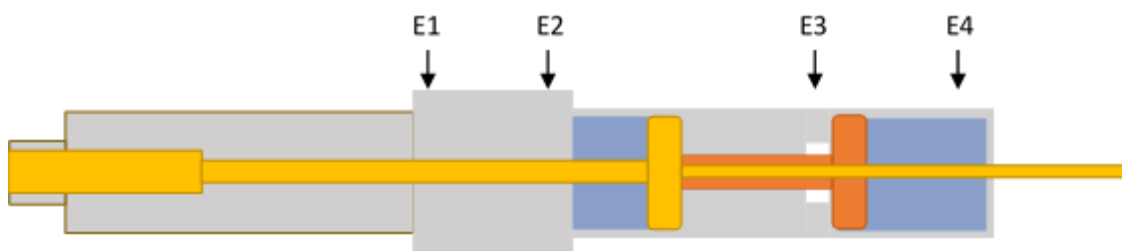

Abbildung 4
- **Füllinjektor schließen (→Abbildung 4).**